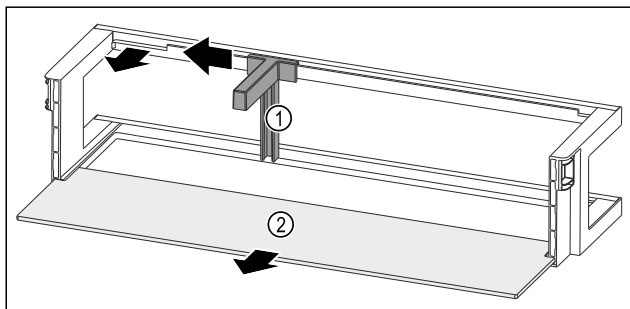

Fig. 98 Dveřní přihrádka s držákem lahví a odkládací plochou
- ▶ Držák lahví Fig. 98 (1) posuňte na stranu až k vybrání.
- ▶ Držák lahví Fig. 98 (1) odeberte.
- ▶ Odkládací plochu Fig. 98 (2) odeberte.